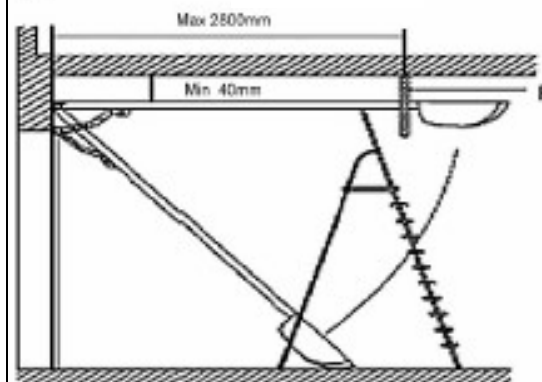

Bild 7
1.5) Fäst öppnaren i taket med dess fästordningar (bild 7). Klipp bort den överflödiga delen av fästremmen.